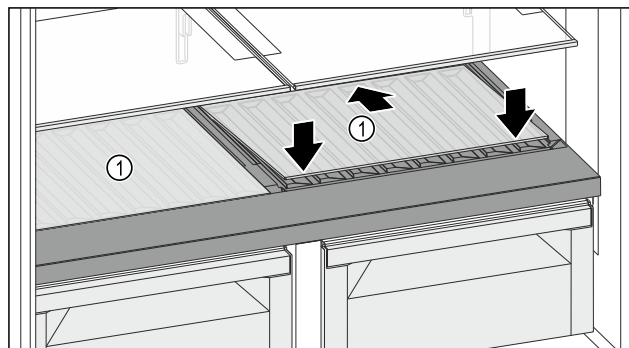

Fig. 126
- Glasplaat Fig. 126 (1) schuin naar achteren en naar beneden plaatsen.
- Glasplaat Fig. 126 (1) aan de voorzijde laten zakken.